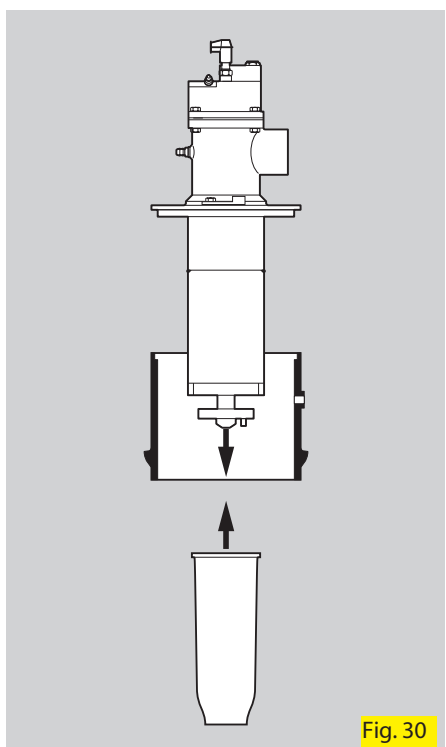

Fig. 30
Modifizierte BIC-Brenner in den Größen 50–100 in Verbindung mit einem Schürlochgehäuse SLG als Schürlochbrenner für die Deckenbefeuern von Tunnelöfen in der Keramikindustrie (Fig. 30). Die Leistungsdaten entsprechen denen der BIC(A)-Brenner.
Modified BIC burners in sizes 50-100 in conjunction with a pot housing SLG as pot burner for roof firing of tunnel kilns in the ceramics industry (Fig. 30). The performance data corresponds to that for the BIC(A) burners.